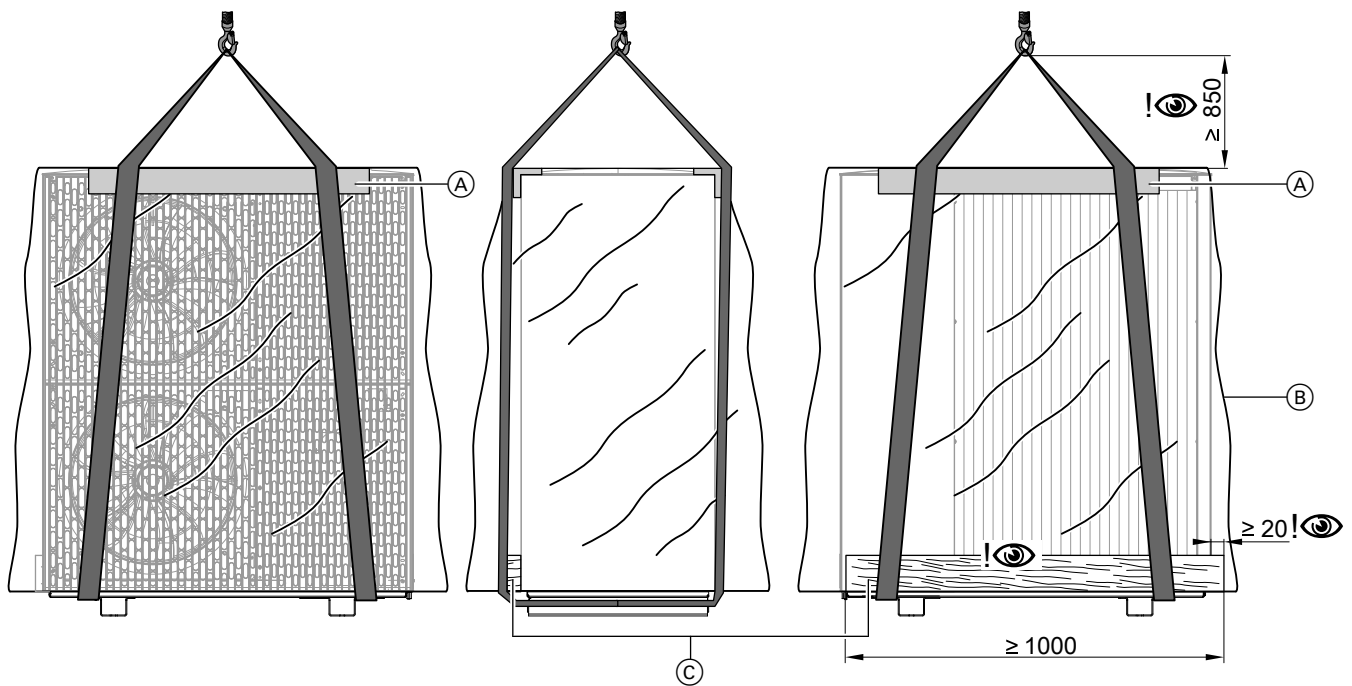

Abb. 10 Transport mit Kran am Beispiel der Außeneinheit mit 2 Ventilatoren
3. Kantenschutzwinkel der Verpackung an der vorderen und hinteren Oberkante der Außeneinheit anlegen. Gurtbänder fachgerecht um die Außeneinheit legen: Siehe Abb. 10.